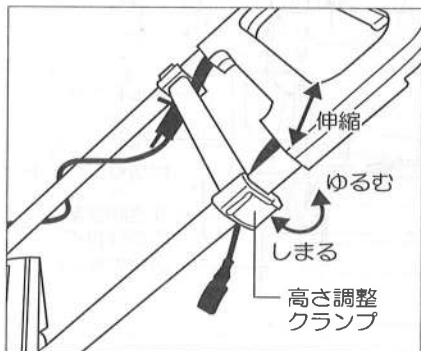

図3
- ハンドルの高さ調整は、高さ調整のクランプをゆるめてパイプを引き延ばしてください。調整が終わりましたら、クランプを締めてください。(図3参照)